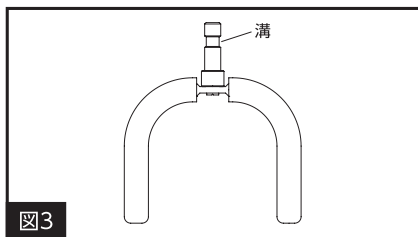

図3
- ・下部ホルダー(B)、上部ホルダー(C)のシャフトには図3の様に抜け止めの溝が入っています。それぞれのブラケットにホルダーを取り付け、各々の固定ノブ(D)をホルダーが抜けない程度に締めるとギターのボディ形状に合わせてホルダーが自然に回転します。